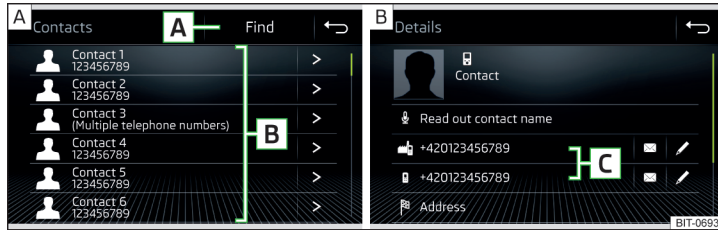

Abb. 212 Liste der Telefonkontakte / Kontaktdetails
► Im Hauptmenü *Telefon* die Funktionsfläche ☞ antippen, es wird eine Liste der Telefonkontakte angezeigt » Abb. 212- A.